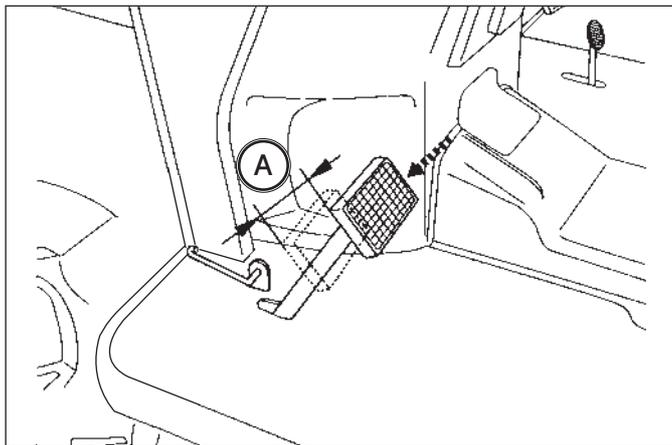

FIG. 6-30
**FIG. 6-30:** Contrôlez régulièrement la garde d'embrayage et réglez-la si nécessaire. La garde d'embrayage correcte (A) est de 20 à 30 mm en mesurant à l'arrière de la pédale comme illustré.